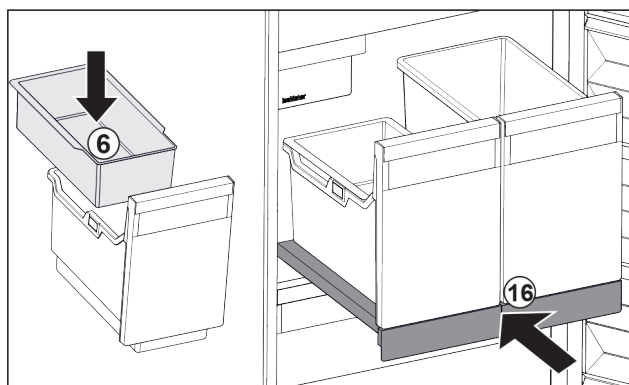

Fig. 107
- ▶ Installer le balconnet Fig. 107 (6) pour glaçons.
- ▶ Rentrer le compartiment coulissant avec le bac (IceTower). Fig. 107 (16)